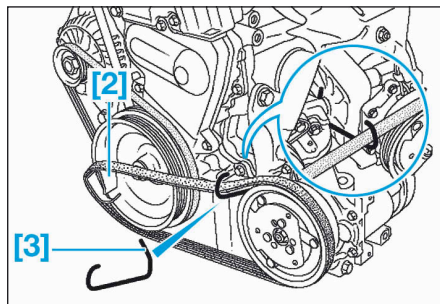

FIG.7
- Positionner l'outil [3], en mettant l'extrémité la plus longue du crochet derrière le support multifonction (Fig.7).